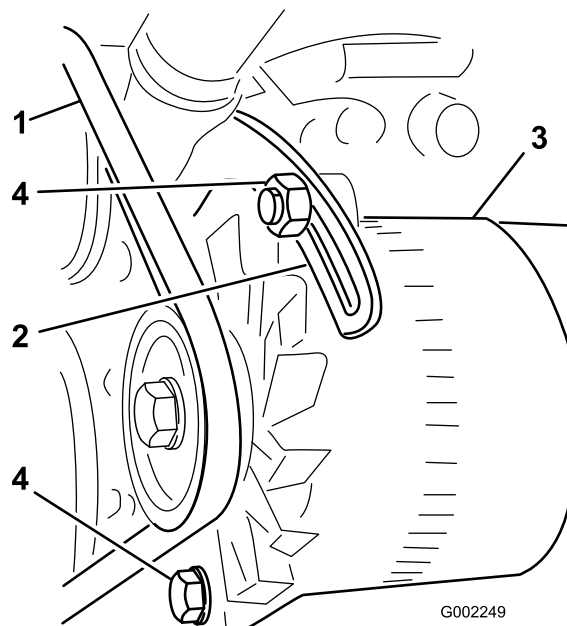

Figura 55
3. Desaperte as porcas que fixam a abraçadeira ao motor e a porca que fixa o alternador à abraçadeira (Figura 55).